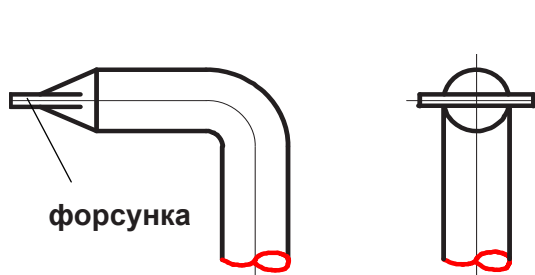

Рис. 7
- Применять паровой очиститель с форсункой с щелевидным отверстием (рис. 7).